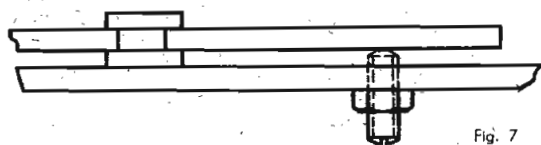

Fig. 7
Om het instellen van de wrijving tussen opzethaak en stuurhaak te vergemakkelijken is de stelschroef pos. 12 in fig. 20 van de service-documentatie, die van 4 mm metrische draad was voorzien, vervangen door een 5 mm schroef met fijn metrische draad. Bovendien is een borgmoer aangebracht (zie fig. 7). Het codenummer van de